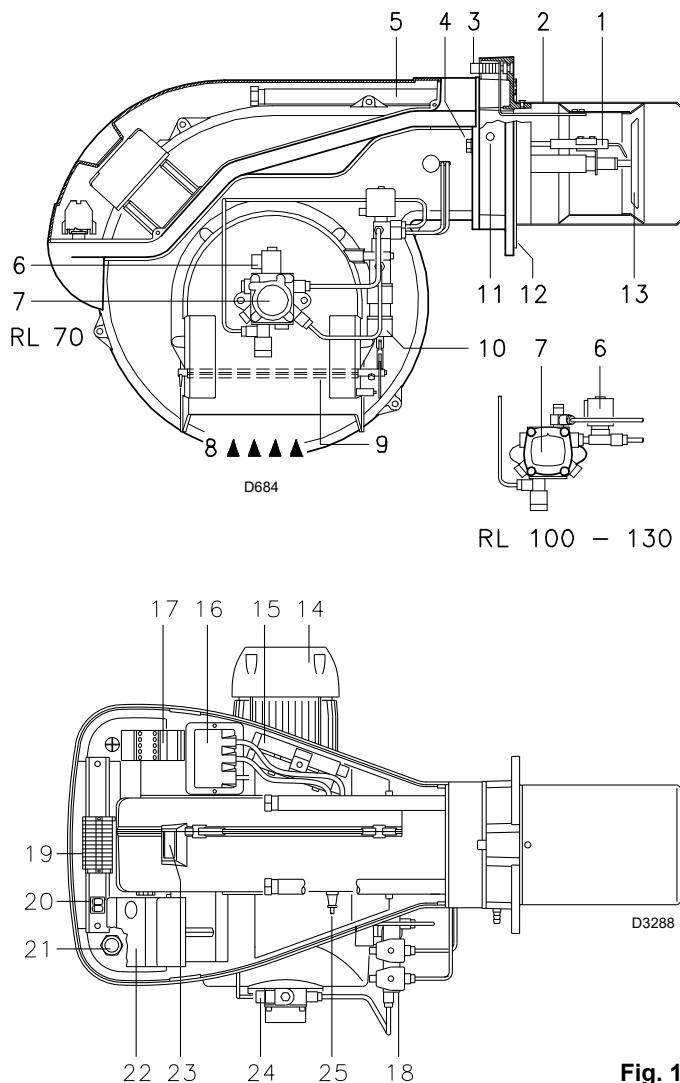

Fig. 1
#### 4.3 Descrição do queimador (Fig. 1)
**Bloqueio do equipamento:** o acendimento do botão (led vermelho) do equipamento 22)(Fig. 1) indica que o queimador está bloqueado.
**Bloqueio do motor:** para desbloquear, premir o botão do relé térmico 17)(Fig. 1).
- 2 - Extensões 15) (Fig. 1) para guias 5)(Fig. 1)